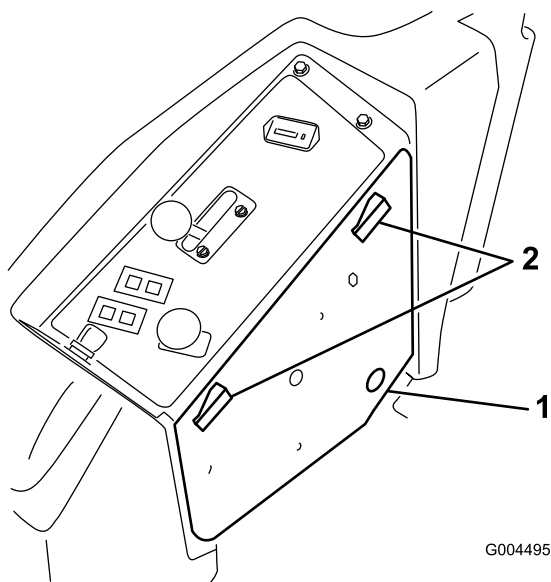

Figura 26
2. Abra la tapa del panel de control y apártela (Figura 26).